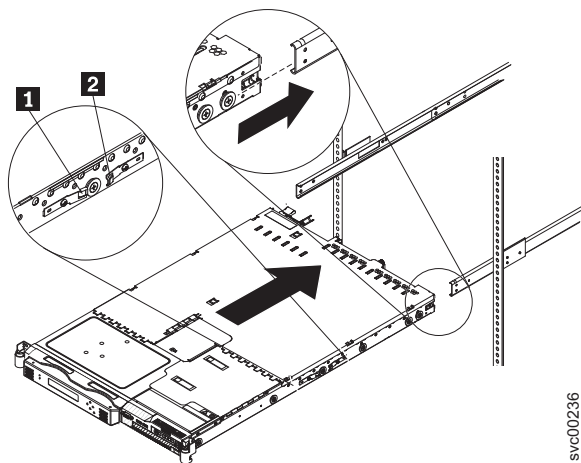

図 40. SAN ボリューム・コントローラー 2145-8G4 とラック・スライドとの位置合わせ
3. ノードの 2 つの後部ホイールをスライドの開口部に位置合わせし、後部スライド解放ラッチ (70 ページの図 40 の **2**) がカチッと音を立てて所定の位置に収まるまで、ノードをスライド内に押し込み、ノードをスライドにロックします。